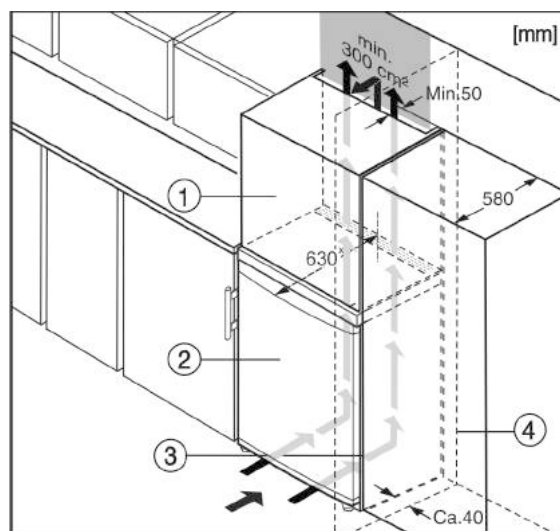

Fig. 5
Устройство может быть окружено предметами кухонной обстановки. Чтобы уравнивать устройство *Fig. 5 (2)* по высоте с кухонной стенкой, можно установить над устройством соответствующий дополнительный шкафчик *Fig. 5 (1)*.
При комбинировании с кухонными шкафами (глубина макс. 580 мм) устройство можно установить непосредственно рядом с кухонным шкафом *Fig. 5 (3)*. Устройство выступает сбоку на 34 мм^x и по центру на 50 мм^x относительно передней стенки кухонного шкафа.
Если устройство установлено на шарнирах у стены *Fig. 5 (4)*, то расстояние между устройством и стеной должно быть не менее 40 мм. Настолько выступает ручка при открытой дверце.